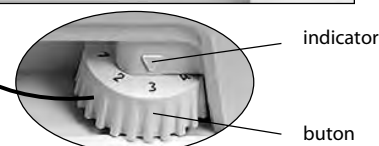

Figura 3 – Reglarea temperaturii
1.5 Elementul de reglare a temperaturii din frigider, în conformitate cu Figura 3 este butonul de reglare a temperaturii (numit în continuare – buton), care se află sub masca frigiderului. Butonul se rotește în sensul acelor de ceasornic sau în sensul contrar al acestora și are diviziuni numerice. Diviziunea "1" corespunde celei mai joase setări de temperatură (răcire minimă) în camera frigorifică, diviziunea "7" – celei mai înalte setări de temperatură (răcire maximă). Pentru a regula temperatura, fixați diviziunea butonului sub indicator.
Deschideți ușa CF și fixați sub indicator diviziunea "2" a butonului. Închideți ușa CF. Pentru setarea temperaturii optime pentru păstrarea produselor în camera frigorifică, efectuați reglarea cu ajutorul butonului în conformitate cu figura 3. În cazul dacă după ajustarea sau schimbarea condițiilor de exploatare compresorul a început să funcționeze continuu, este necesar de a roti rola în direcția reducerii decalajului digital până când se fixează cu clic în termostat. După ajustare temperatura în frigider se menține în mod automat.